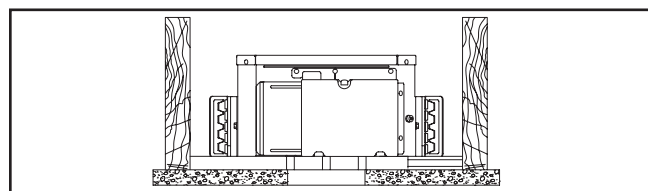

Figure 2.
- **Plateforme non IC :** La plateforme de boîtier PN3LED12 est conçue pour être installée là où la plateforme n'entre pas en contact avec l'isolation (Figure 2.). N'installez pas d'isolation à moins de 7 cm (3 po) des côtés du luminaire, du compartiment de câblage, ou au-dessus.